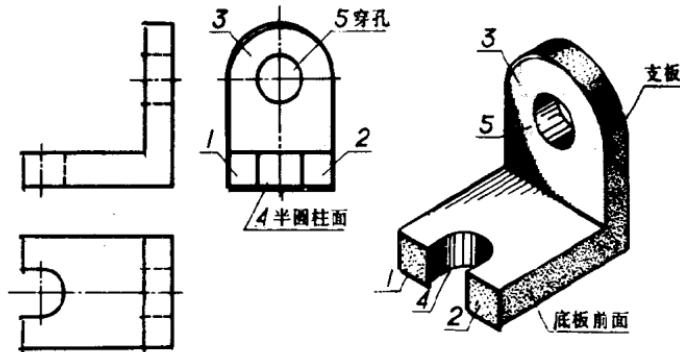

图 1-17 对表面
3. 对表面 图1-17表示左视图和从左向右看支架的对照情况。左视图上的线框3和支架的3面相同，视图上1、2两个线框和支架左端面1、2两长方形相同，1、2、3都是平